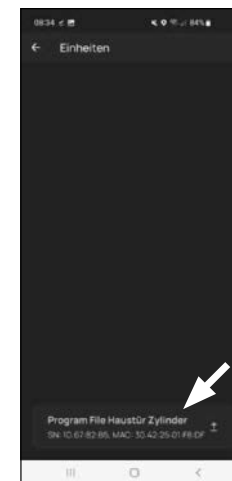

Fig. 7
⑦ Pour la transmission des données du cylindre, appuyez sur « Fichier de programmation <Nom cylindre> » (Dans cet exemple « cylindre porte d'entrée ») (Fig. 7).